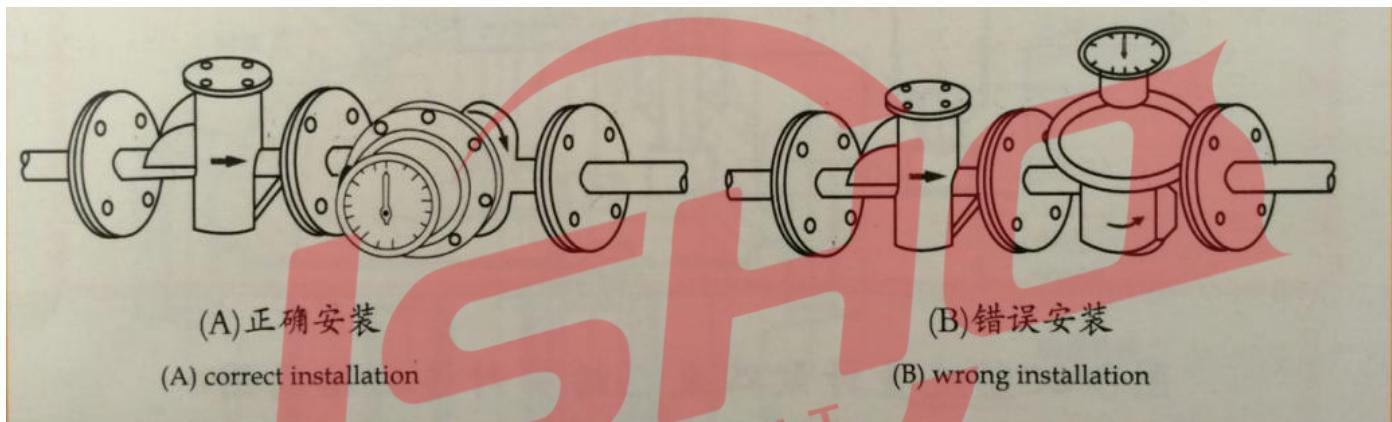

图 4 安装姿势 Picture 4 Installation position
1、仪表安装的方向应使仪表壳体上所示箭头方向与液体流动方向一致，安装位置注意便于读数（见图 4）